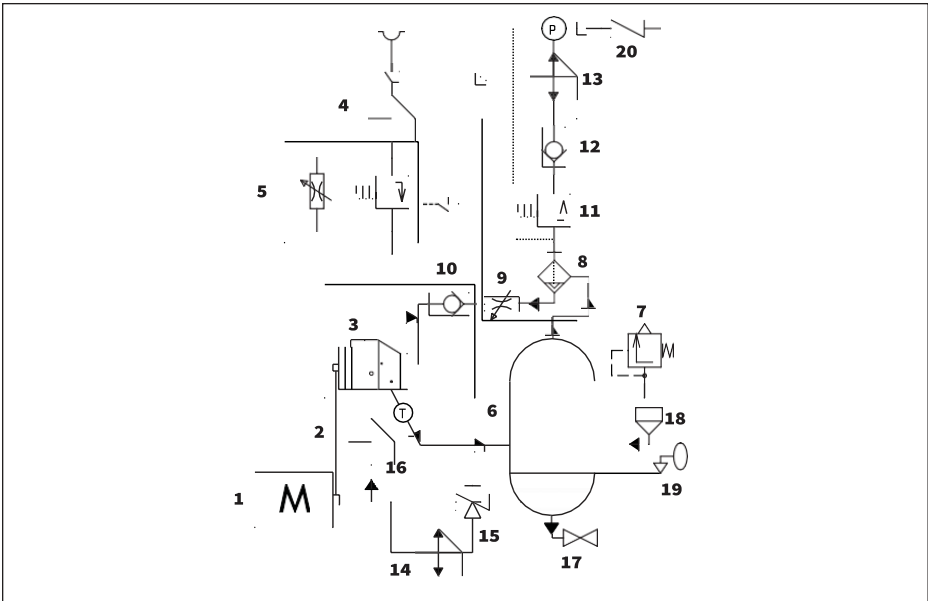

Рис. 2.3.1 Схема пневматическая А 07..-А22.
2.4 Принцип действия (Смотри рис. 2.3.1 и 2.3.2)